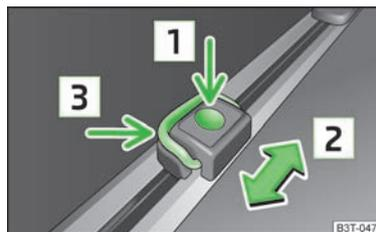

Fig. 78
- Prima o botão **1** » Fig. 78 e desloque o olhal de fixação para a posição pretendida, no sentido da seta **2**.
- Levante o gancho **3** » Fig. 78 e aplique, p. ex., a rede de fixação.